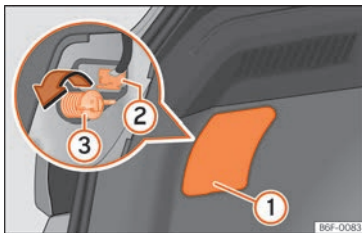
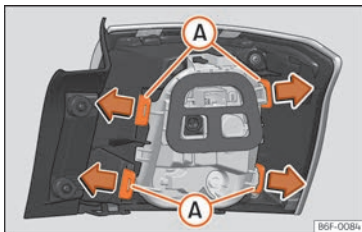

Fig. 172 Maletjer: accés al caragol de fixació de la unitat de llum posterior.
Fig. 173 Llengüetes de fixació a la part posterior de la unitat de llum posterior.
- Traieu la tapa fent palanca amb el costat pla d'un tornavís, en el rebaix »» fig. 172 ①.
- Extraieu el connector de la bombeta ②.
- Desensrosqueu amb la mà o amb un tornavís el caragol de fixació del llum pilot ③.
- Desmunteu el portabombetes desbloquejant les llengüetes de fixació »» fig. 173 A.